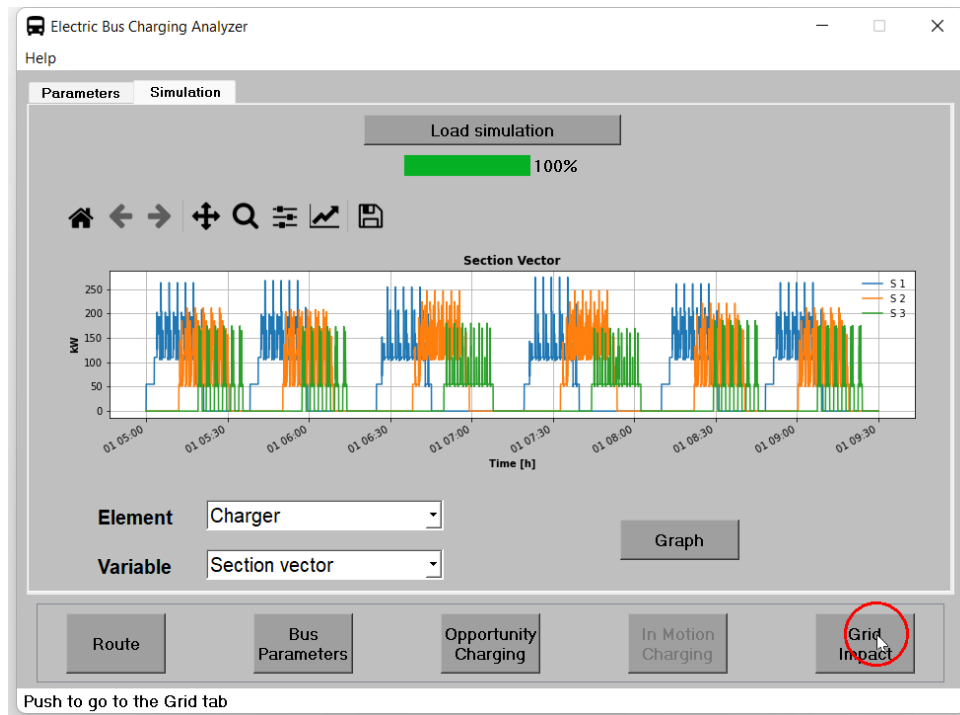

Figura 47: Cambiar de ventana.
7. Finalmente, después se puede pasar a ventana de carga en movimiento presionando el botón **In Motion Charging** como se muestra en la figura 47.